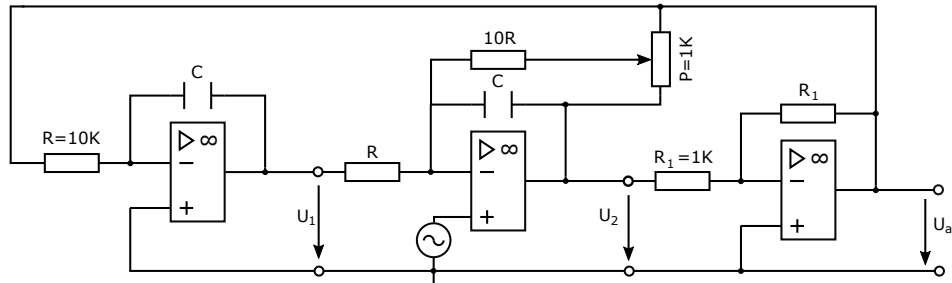

Abbildung 6: Schaltung für Variierende Sinusamplituden
12. Welche DGL beschreibt den Spannungsverlauf am Ausgang des Schwingungsgenerators in Abbildung 6 am Punkt U_a ?